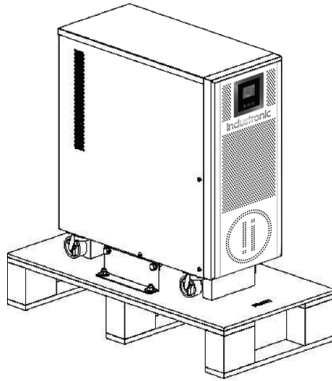

Figura 4-1 UPS después del desempaque
Paso 4 Retire el cartón y saque los componentes opcionales y el manual del usuario. La figura 4-1 muestra el equipo después del desempaque.